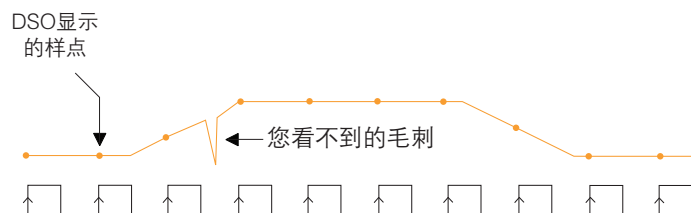
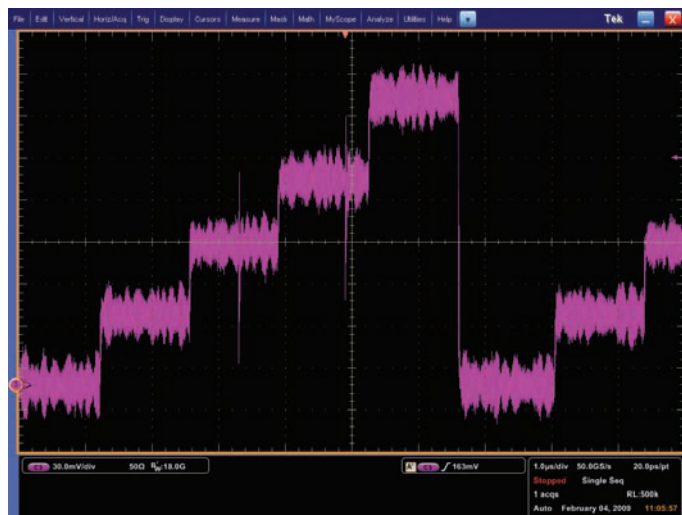

图23. 采样率随时基变化：时基设置越慢，采样率越慢。某些数字示波器提供峰值检测模式，以较低的扫描速度捕获快速瞬态信号。
图24. 峰值检测模式使得示波器能够捕获非常短的瞬态异常信号。
- **峰值检测模式**：示波器保存两个波形间隔期间获得的最小值样点和最大值样点，使用这些样点作为两个对应的波形点。即使在时基设置非常低(低速时基设置意味着长波形间隔)时，峰值检测模式的数字示波器仍很快的采样率运行ADC，能够捕获采样模式下波形点之间发生的快速信号变化，如图23所示。峰值检测模式特别适合观察时间上相距很远的窄脉冲，如图24所示。